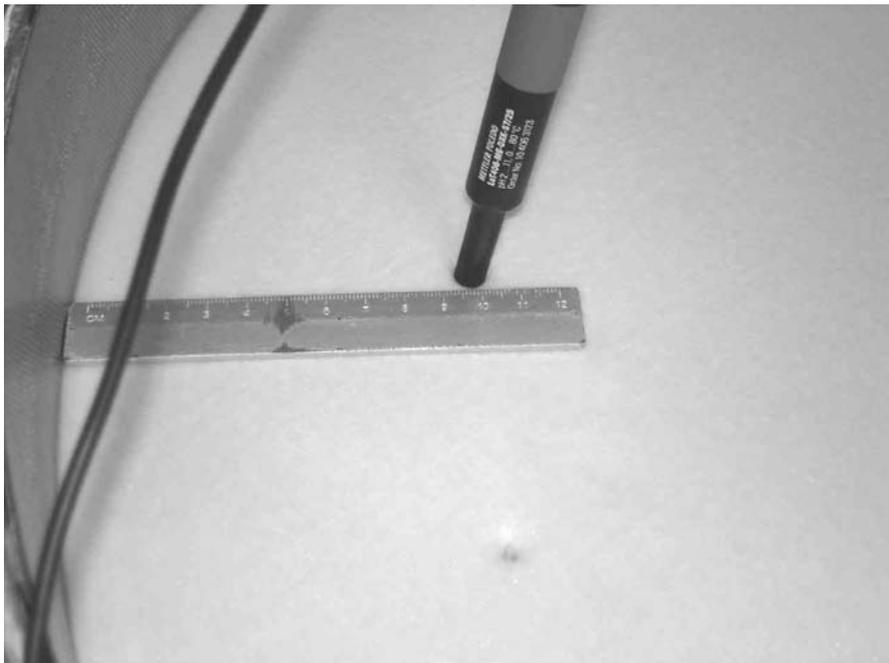

Abb. 7: Präzise Festlegung der Messstelle im Käse
1. Messstelle(n) im Käse festlegen (siehe Abb. 7). Dies ist wichtig, weil die Temperatur des frischen Käses oft erheblich von der Umgebungstemperatur abweicht und vor allem auch zonal deutlich variiert.